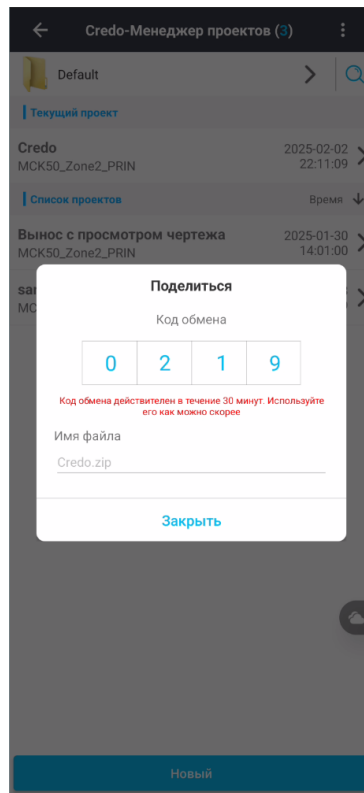

Рисунок 2.2.11
- Появится код обмена (Рисунок 2.2.11).